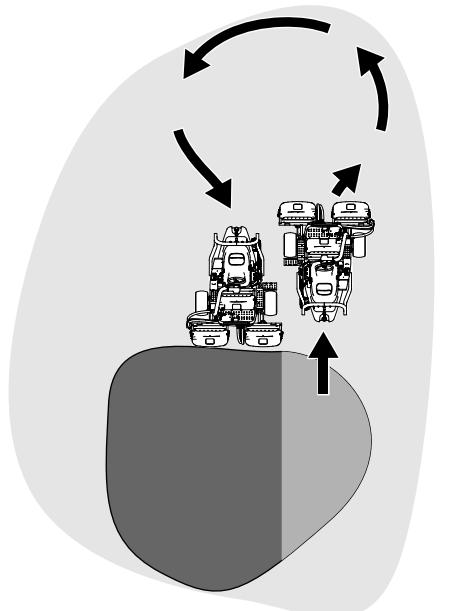

Figura 25
- Para ganar tiempo y facilitar la alineación correcta para la pasada siguiente, gire la máquina momentáneamente en la dirección opuesta, y luego gire hacia la parte que todavía no está segada. Este movimiento forma un giro en forma de lágrima (Figura 25), que permite